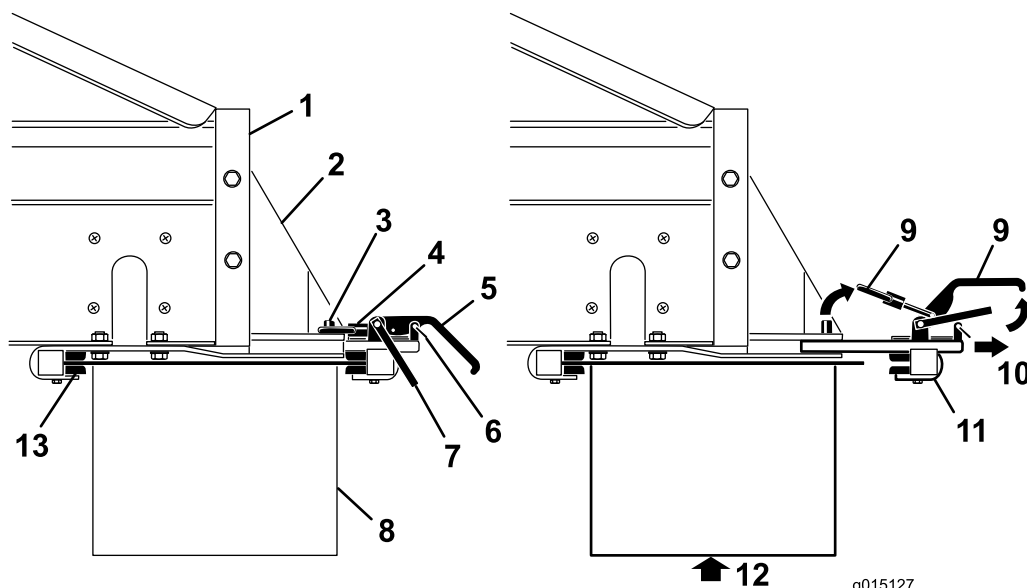

Figura 48
- Rimuovete le clip dei fermi di sicurezza dalle maniglie di attacco (Figura 48).
- Sollevate il fermo di sicurezza, poi le maniglie di attacco dell'accessorio e liberate gli anelli di bloccaggio dai perni di bloccaggio ((Figura 48).
- Estraete il gruppo di attacco posteriore dell'accessorio dalle fessure di attacco rapido (Figura 48).
6. Con l'aiuto di una persona, inserite il bordo anteriore del trasportatore trasversale/snodo sopra e sotto la parte posteriore della macchina nei morsetti anteriori sulle staffe (Figura 48).
7. Sostenete il trasportatore trasversale/snodo, facendo scorrere contemporaneamente il gruppo di attacco posteriore dell'accessorio nelle fessure delle staffe, sulla parte posteriore (Figura 48).
9. Montate le clip dei fermi di sicurezza sulle maniglie di attacco (Figura 48).